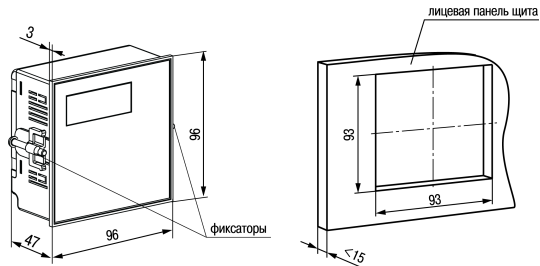

Рисунок 4.10 – Габаритные размеры корпуса Щ11
1. Подготовить на щите управления монтажный вырез для установки прибора (см. *рисунок 4.10*).